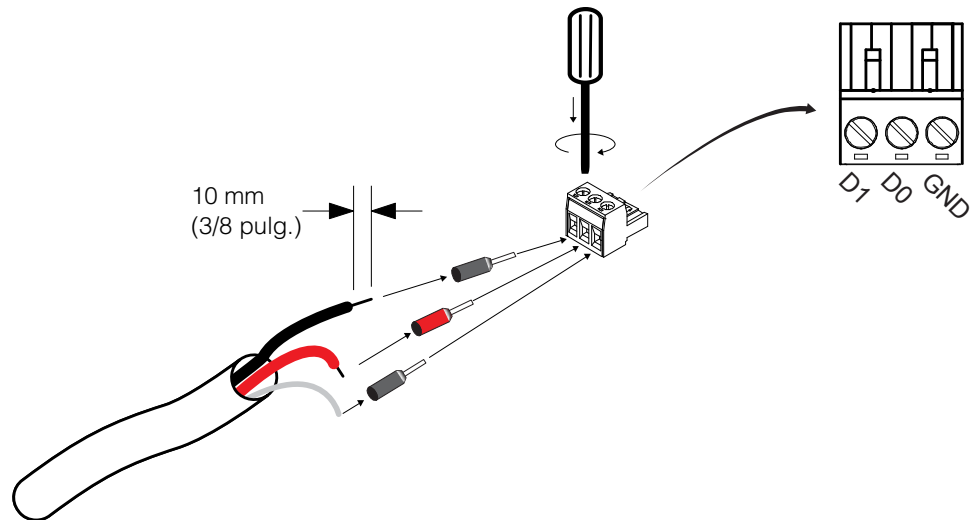

Figura 2-13 Cableado del conector Modbus RS 485
3. Coloque los tres cables en los terminales del conector, tal como se muestra en Figura 2-13.